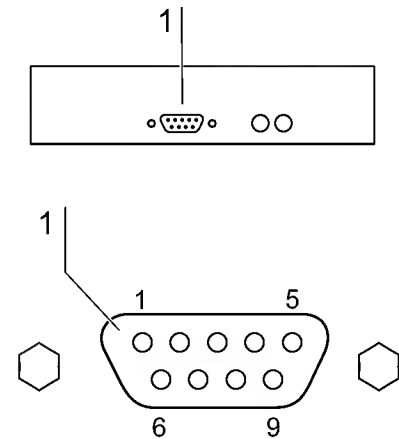

Fig. 13
2. **Fig. 13:** enchufe el conector del cable del interfaz (no se incluye en el suministro) en la hembrilla [1] del suministro del aparato ubicado en la parte trasera del aparato. Cara frontal del aparato en la caja de distribución